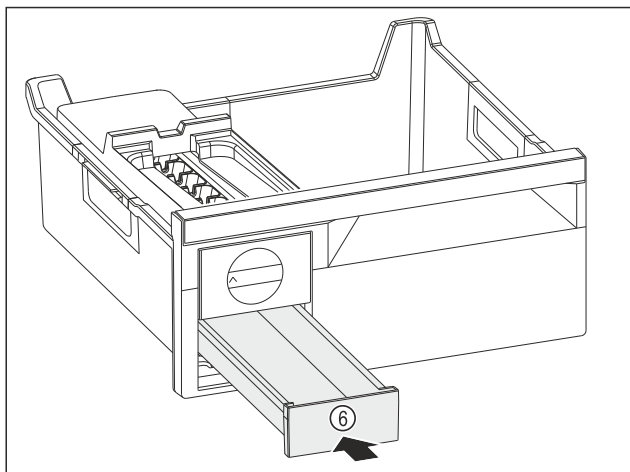

Fig. 146
- Spingere verso l'interno il cassetto del ghiaccio Fig. 146 (6).